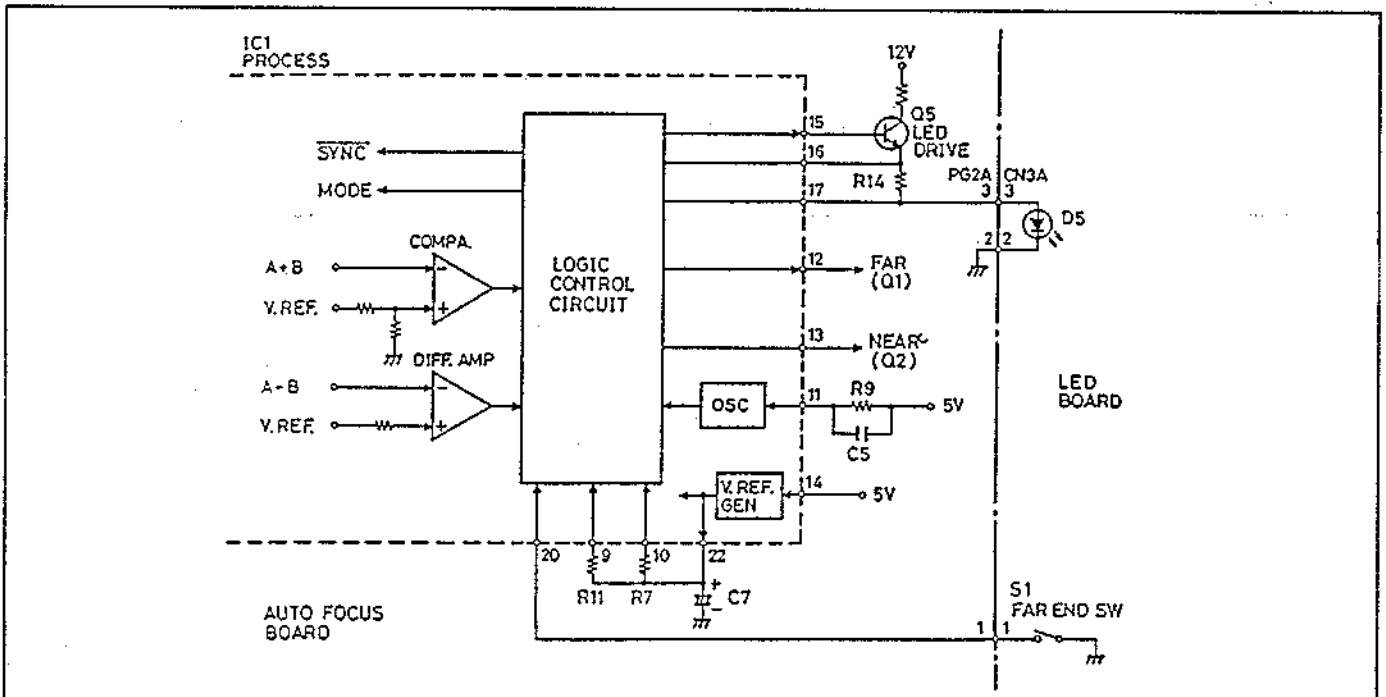

Abb. 2-22 Autofokus-Regler und LED-Treiberkreis
(5) Komparator (COMPA.) und Differentialverstärker (DIFF. AMP: Abb. 2-22)